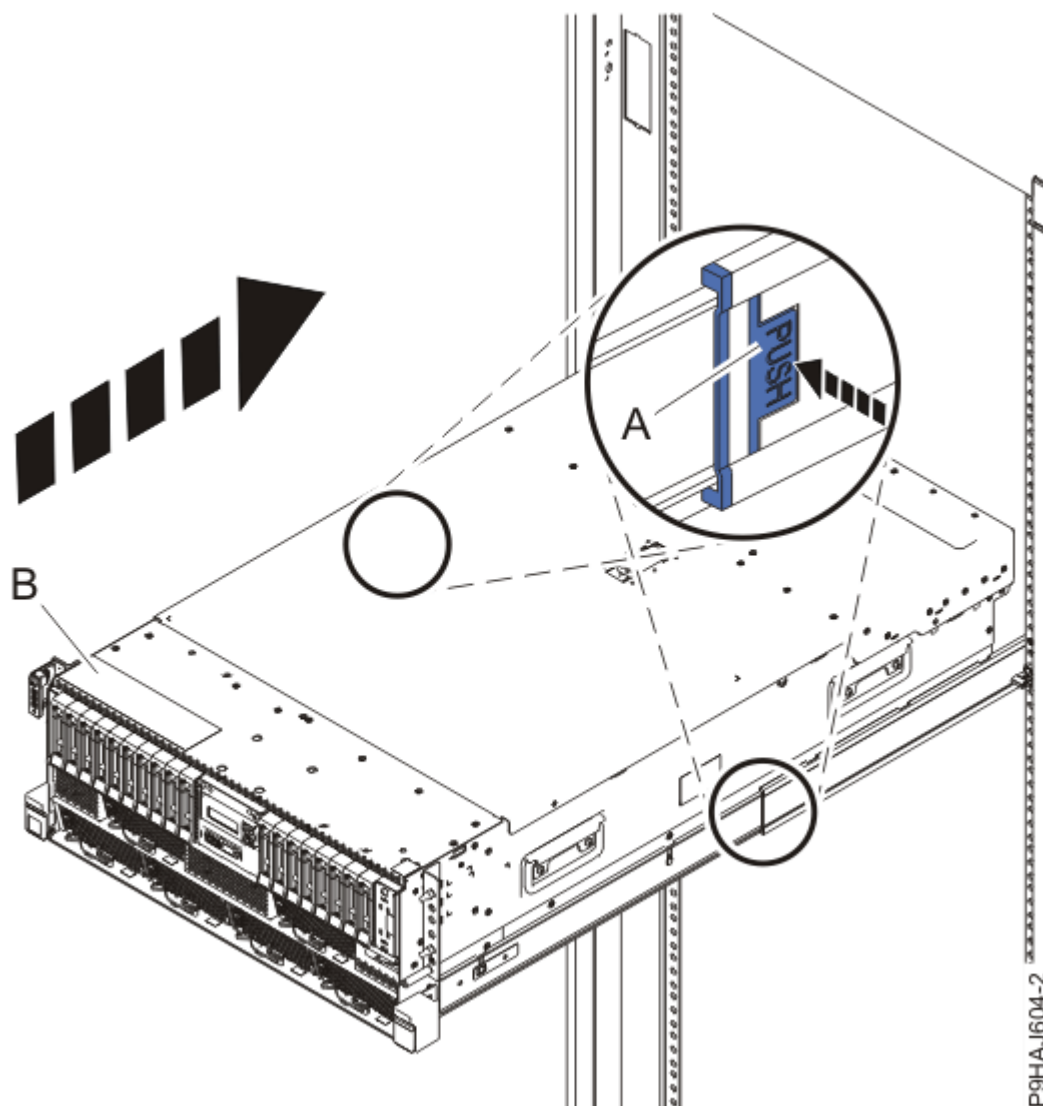

Figure 37. Mise en position de fonctionnement du système
3. Pour un système monté en armoire, déverrouillez les loquets de sécurité bleus **(A)** en les poussant vers l'intérieur, comme illustré dans la Figure 37, à la page 47.